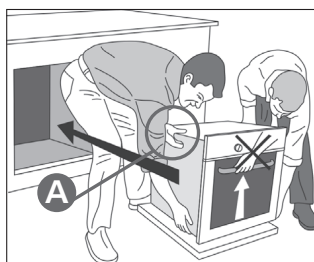

Fig. 1
1. Soulevez le four par les poignées (A) de chaque côté et introduisez-le dans la niche/cabinet de l'installation (Fig. 1).